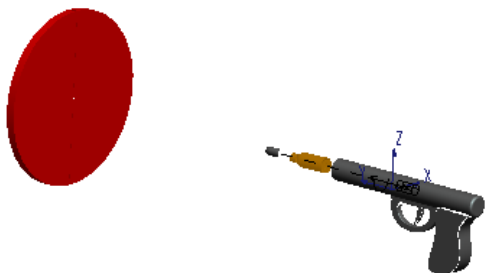

图 10.3.21 创建第二个快照
(2) 创建第二个快照。
① 在“拖动”对话框中单击“点拖动”按钮 ，然后分别从模型树中选取 warhead.prt 和 bullet_shell.prt，将它们拖动至图 10.3.21 所示的位置。
② 单击“拖动”对话框中的  按钮，生成 Snapshot2 快照。